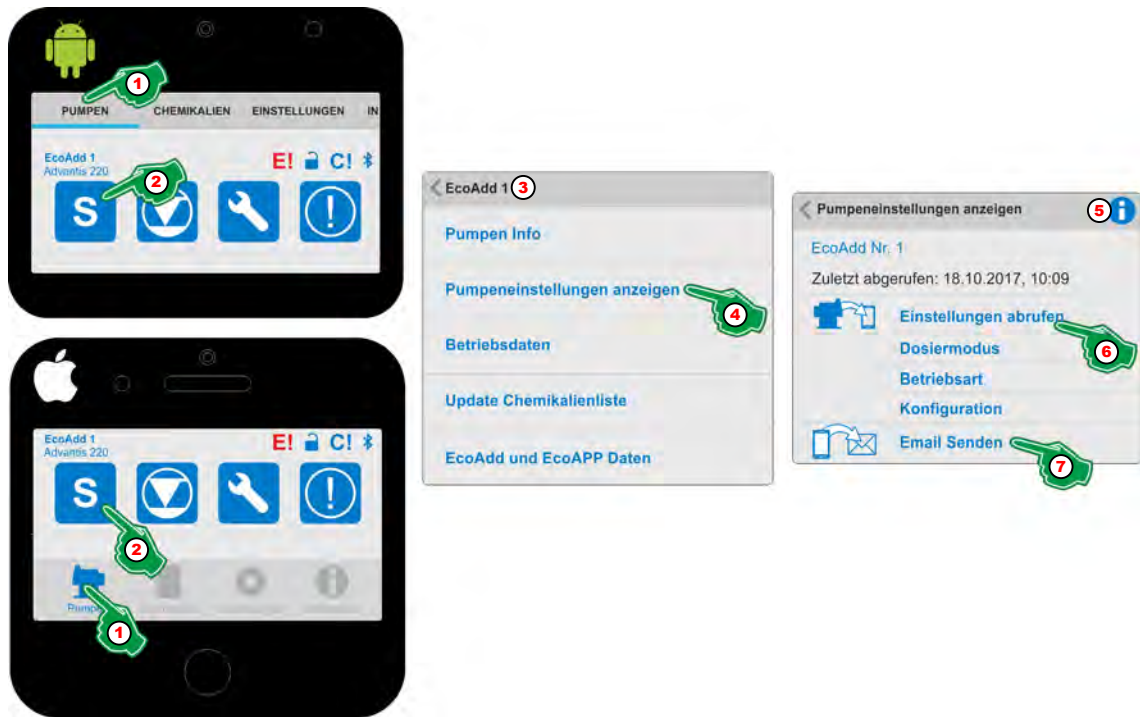

Abb. 23: Pumpeneinstellungen anzeigen
1. ➤ Menü [Pumpen] (Abb. 23 ,Pos. 1) auswählen.
2. ➤ „Dosiermodus“ Symbol (Abb. 23, Pos. 2) auswählen.
3. ➤ Zur Kontrolle, von welcher Pumpe derzeit Daten angezeigt werden auf die Kopfzeile (Abb. 23 ,Pos. 3) achten, in der die ausgewählte Pumpe angezeigt wird.
4. ➤ [Pumpeneinstellungen anzeigen] (Abb. 23 ,Pos. 4) auswählen.
5. ➤ Durch Auswahl des [Info] ⓘ (Abb. 23 ,Pos. 5) Symbols erscheint folgende Information:
6. ➤ [Einstellungen abrufen] (Abb. 23 ,Pos. 6) auswählen.
7. ➤ [Email Senden] (Abb. 23 ,Pos. 7) auswählen.